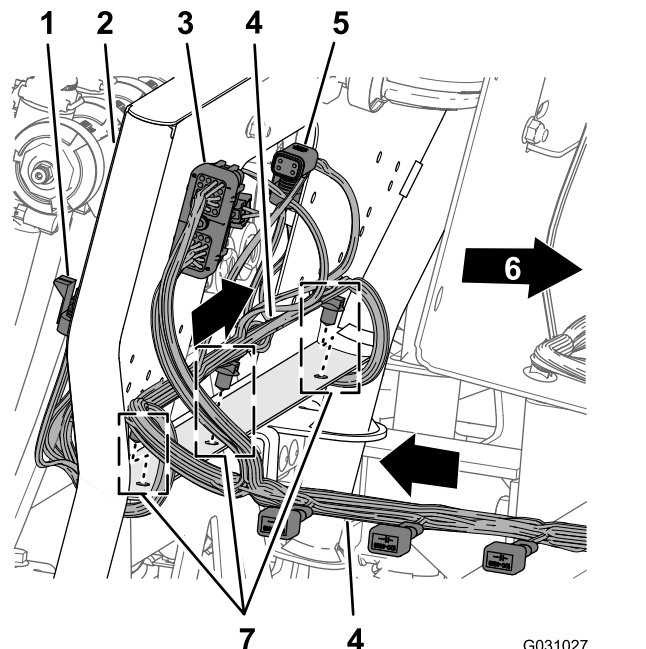

Figure 99
2. Insérez les fixations à pression de la branche de 203 cm dans les trous sur la bride inférieure du support des 10 vannes (Figure 99).
1. Acheminez la branche de 203 cm du faisceau en travers de l'arrière du support des 10 vannes, en plaçant les 10 connecteurs des vannes de buse vers l'arrière et sous les vannes (Figure 99).